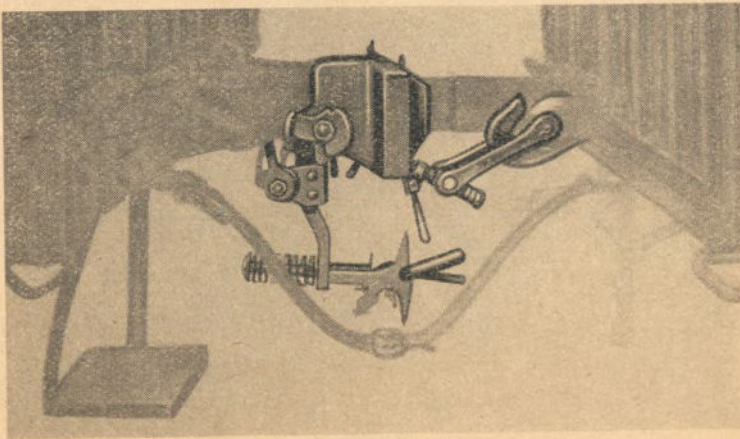

Bild 15
b) Bei Wagen mit Kupplung der Regelbauart und Wagen mit selbsttätiger Kupplung der Bauart Willison die Schraubenmutter vom Querbolzen der Willisonkupplung herunterschrauben, Bolzen herausziehen, gebrochenen Bügel entfernen und statt dessen den Kupplungsbügel der Regelbauart vom benachbarten Wagen einlegen — siehe Bild 15.